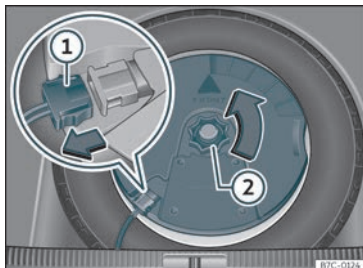

Abb. 217 Im Gepäckraum: Subwoofer ausbauen.
- Klemmen Sie das *Subwoofer*-Lautsprecher-Kabel ab»» **Abb. 217** ①.
- Drehen Sie das Befestigungshandrad entgegen dem Uhrzeigersinn heraus»» **Abb. 217** ②.